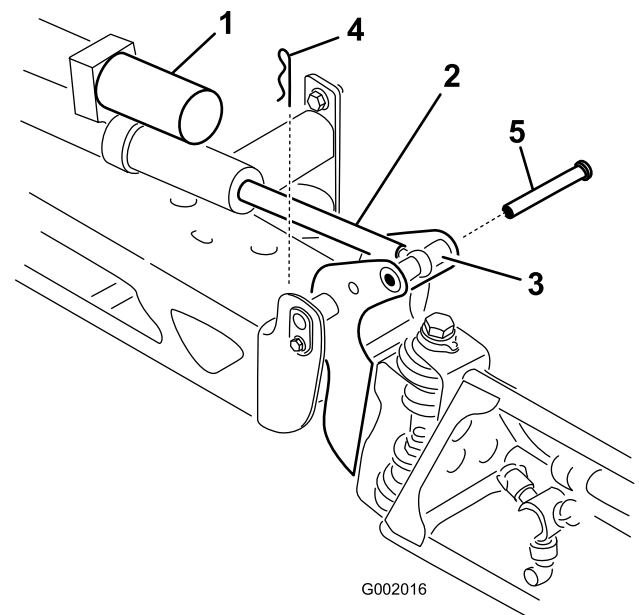

Bild 50
2. Nehmen Sie den Splint vom Gelenkstift ab (Bild 50).
3. Heben Sie den Ausleger an und nehmen Sie den Stift ab (Bild 50). Senken Sie den Ausleger langsam auf den Anschlag ab.
fest und stecken Sie den Stift durch das Scharnier des Auslegers und die Aktuatorstange (Bild 50).